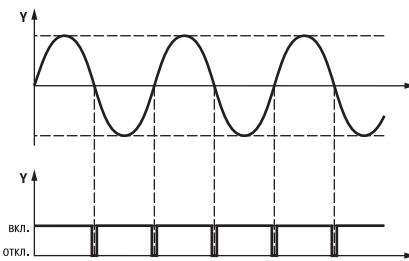

Рис. 3
**3.1.1.1. Устройство контроля перехода через ноль** формирует импульс в начале каждого полупериода соответствующей фазы (рис. 3). Эти импульсы синхронизируют работу устройства обработки сигналов.